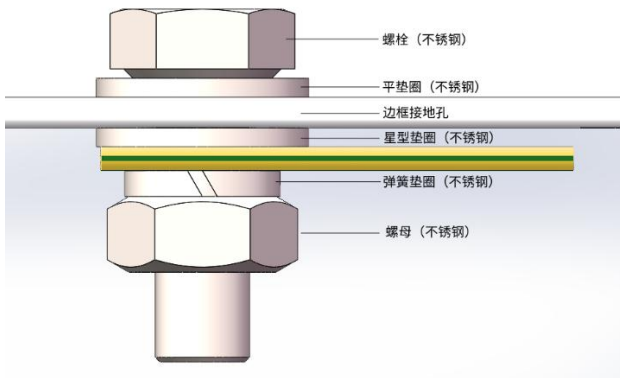

图21 接地线配合螺栓安装示意图
- 并联时，整串组件的输出电流等于每个支路组件或组件串的和（并联方式如图 21 所示），每串组件都要安装保险丝，组件最大并联数参考公式：最大保护电流 / (1.25 * 短路电流)，具体请参考该国家或地区或当地的规范。